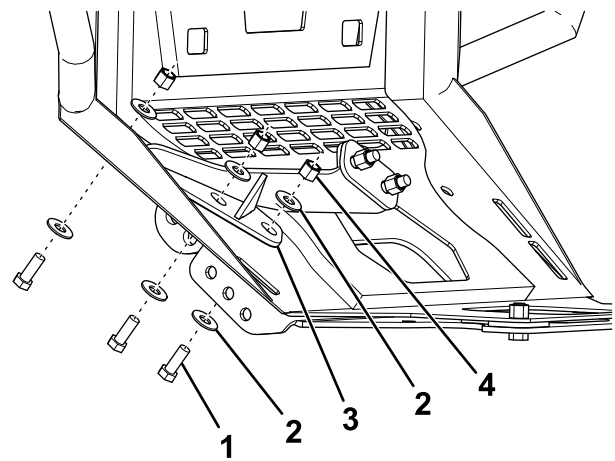

Bild 3
10. Befestigen Sie den Unterfahrerschutz am Fahrzeug und der linken Stützplatte mit drei Schrauben (3/8"), sechs Unterlegscheiben und drei Sicherungsmuttern (Bild 3).